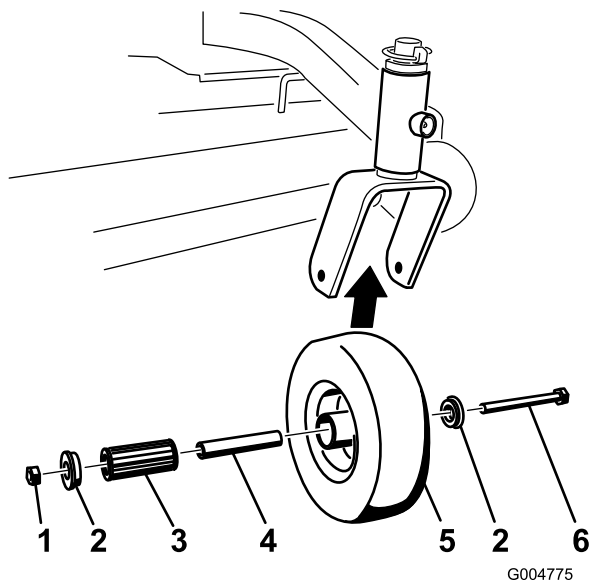

Figura 43
- Retire la contratuerca y el perno que sujetan la rueda giratoria a la horquilla (Figura 43).
- Retire un solo casquillo y tire del casquillo intermedio y del cojinete de rodillos para sacarlos del cubo de la rueda (Figura 43).
- Retire el otro casquillo del cubo de la rueda y limpie la grasa y la suciedad del cubo de la rueda (Figura 43).
- Inspeccione el cojinete de rodillos, los casquillos, el casquillo intermedio y el interior del cubo de la rueda para comprobar que no están desgastados. Cambie las piezas defectuosas o desgastadas (Figura 43).
- Para montar el conjunto, coloque un casquillo en el cubo de la rueda. Engrase el cojinete de rodillos y el casquillo intermedio y deslícelos en el cubo de la rueda. Coloque el segundo casquillo en el cubo de la rueda (Figura 43).
- Instale la rueda giratoria en la horquilla y fíjela con el perno y la contratuerca. Apriete la contratuerca hasta que el casquillo intermedio se apoye contra el interior de las horquillas de las ruedas giratorias (Figura 43).